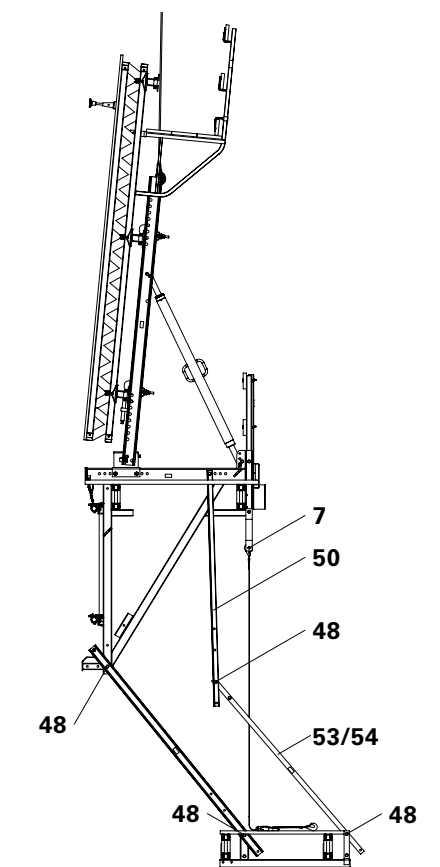

Fig. B1.26
Utilizzare il foro superiore o inferiore a seconda dell'altezza di getto. (Fig. B1.26)
6. Fissaggio del fermapiEDE all'estremità inferiore. (Fig. B1.26)